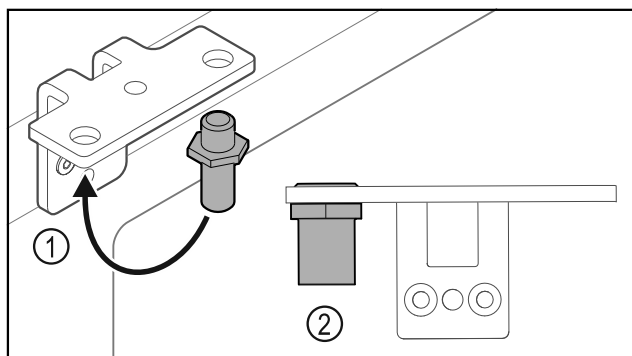

Fig. 38
- Prestavite sornik v kotniku tečajev vrat Fig. 38 (1).
- Sornike Fig. 38 (2) zategnite z **zateznim momentom 12 Nm**.